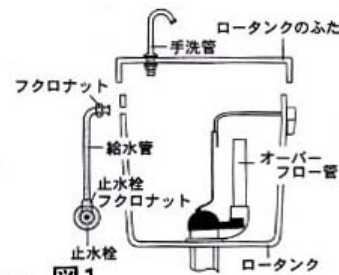

図1
- ① 止水栓を閉め、水を止めます。
- ② ロータンクのレバーを回し、ロータンク内の水を流します。
- ③ ロータンクのふたを取りはずします。
- ④ 給水管に本品のフクロナットを取り付けます。(図1参照)
- ⑤ ロータンク外側の送り座金をゆるめ、古いボールタップ本体とパーツを取りはずし、図1の状態にします。